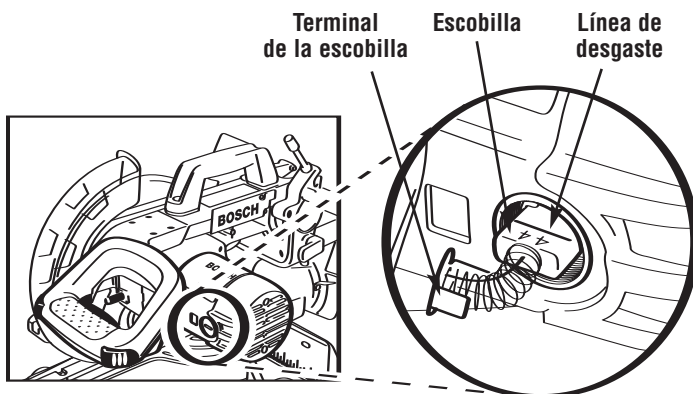

Figura 37. Escobilla del motor
3. Tire de la escobilla para sacarla (Figura 37). Repita la operación para el lado contrario.
5. Instale la escobilla nueva. Las dos (2) lengüetas del terminal de la escobilla van en el mismo agujero en que se acopla la pieza de carbón.